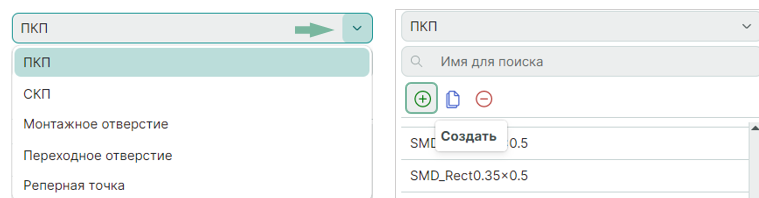

Рис. 38 Выбор типа и создание новой контактной площадки
2. Нажмите на символ  «Создать», расположенный на панели инструментов окна редактора контактных площадок, см. Рис. 38.